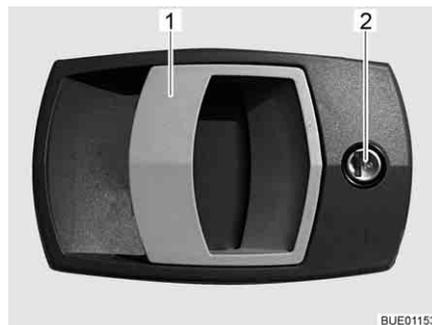

Fig. 41 Cerradura de la puerta de entrada, en el exterior
Abrir: ■ Introducir la llave en el cilindro de cierre (Fig. 41,2) y girarla hasta que esté desbloqueada la cerradura de la puerta.
■ Tirar del tirador de la puerta (Fig. 41,1). La puerta está abierta.
Bloquear: ■ Introducir la llave en el cilindro de cierre (Fig. 41,2) y girarla hasta que esté bloqueada la cerradura de la puerta.